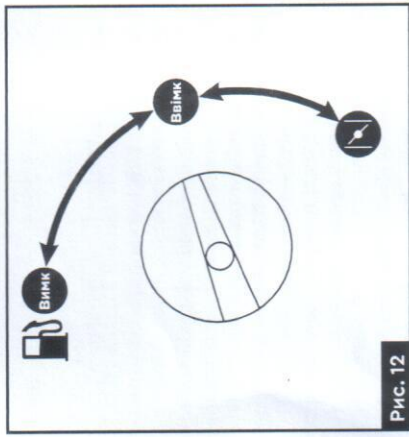

Рис. 12
7. Після запуску двигуна зачекайте близько 30 секунд, і після цього переведіть тумблер на панелі керування в положення «Вимк» (рис. 12).